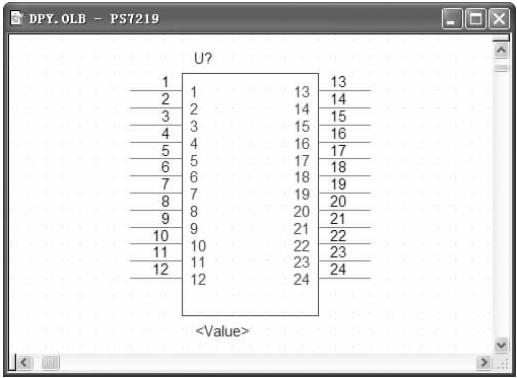

图 6-229 放置引脚
14) 此时光标上带有一组引脚的浮动虚影，移动光标到矩形左侧，单击鼠标即可将该引脚放置到图样上，在矩形右侧单击放置引脚组，结果如图6-229所示。